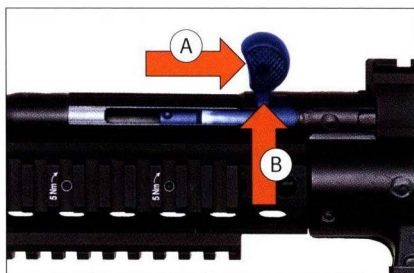

Abb. 45: Durchladehebel arretieren
2. Durchladehebel vollständig nach hinten ziehen und halten (Abb. 45).
3. Durchladehebel nach oben in die Aussparung im Gehäuse einrasten (Abb. 45). Der Verschluss wird in hinterer Position gehalten.